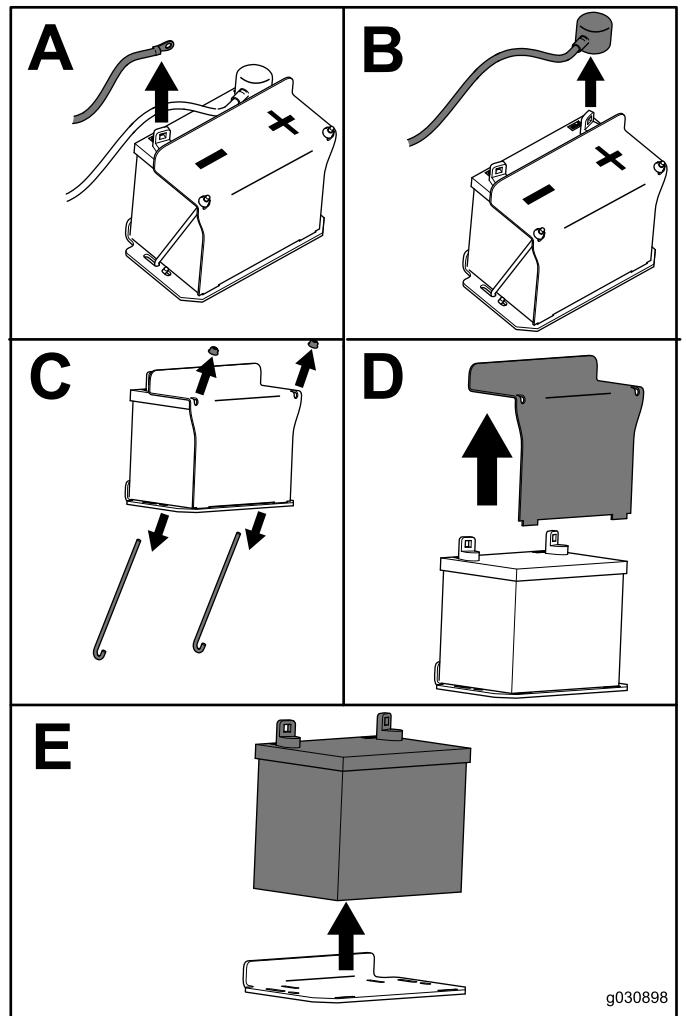

Рисунок 53
- Снимите аккумулятор, как показано на Рисунок 53.